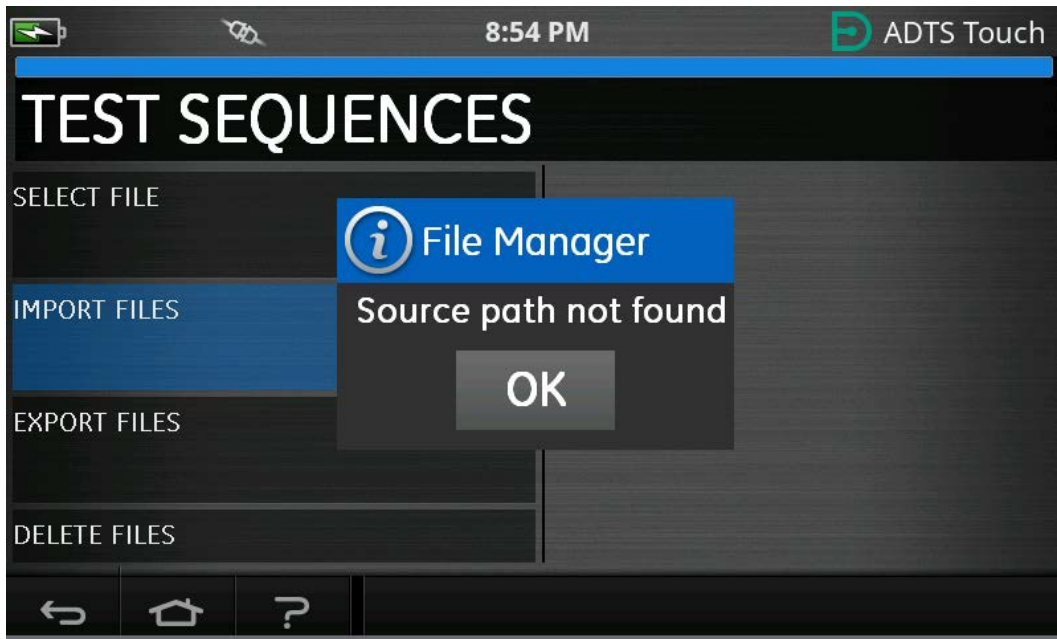

Figura 3-41: Messaggio di errore relativo all'importazione di file
- Il messaggio di errore nella Figura 3-41 verrà visualizzato se non sono presenti file di sequenza di prova sul dispositivo USB.